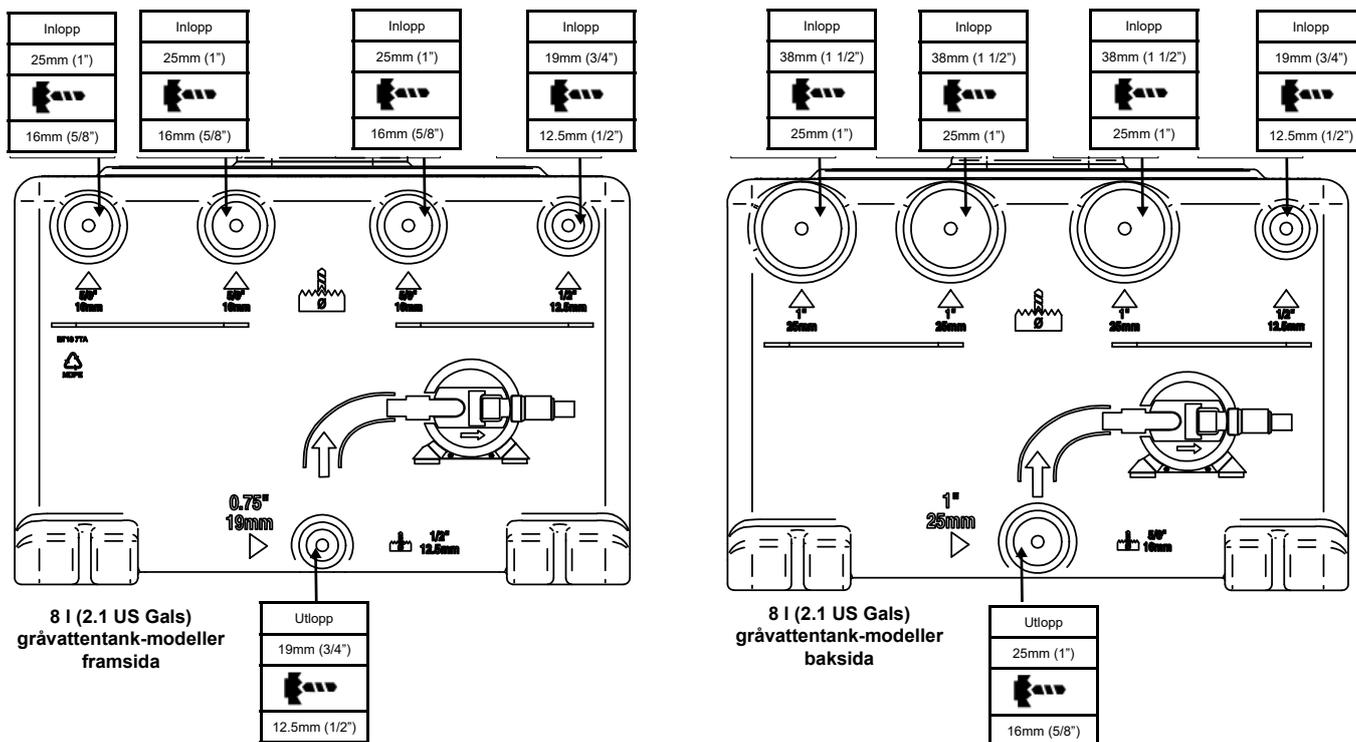
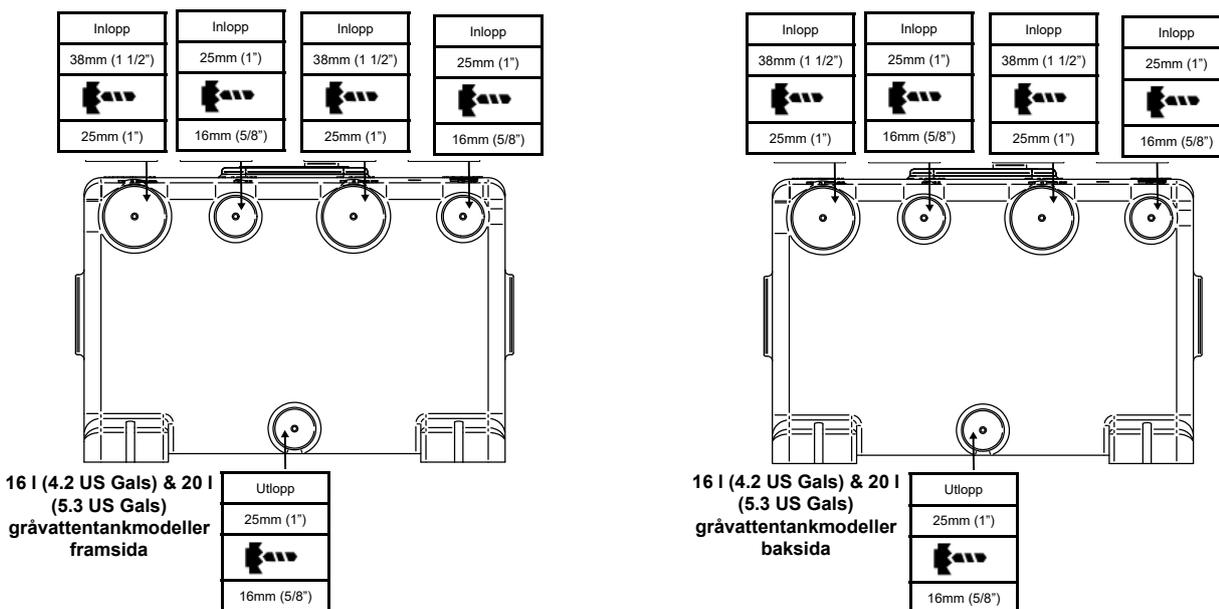

Fig. 3 Portdimensioner och rekommenderade borrhåldiameter för 8 l (2.1 US Gals) grävattentankmodeller
Fig. 4 Portdimensioner och rekommenderade borrhåldiameter för 16 l (4.2 US gals) och 20 l (5.3 US gals) tankmodeller
- Fig. 3 Portdimensioner och rekommenderade borrhåtdiametrar för 8 l (2.1 US gals) modeller av grävattentank
- Fig. 4 Portdimensioner och rekommenderade borrhåtdiametrar för 16 l (4.2 US gals) och 20 l (5.3 US gals) modeller av grävattentank
**Step 1:** Borra endast de portar som skall användas i installationen. Portdimensioner och rekommenderade borrhåldiameter framgår av fig. 3 för 8 l (2.1 US Gals) tankmodeller, och fig. 4 för 16 l (4.2 US Gals) och 20 l (5.3 US Gals) tankmodeller. Se till att allt spån avlägsnas från insidan av tanken efter borrhugg.